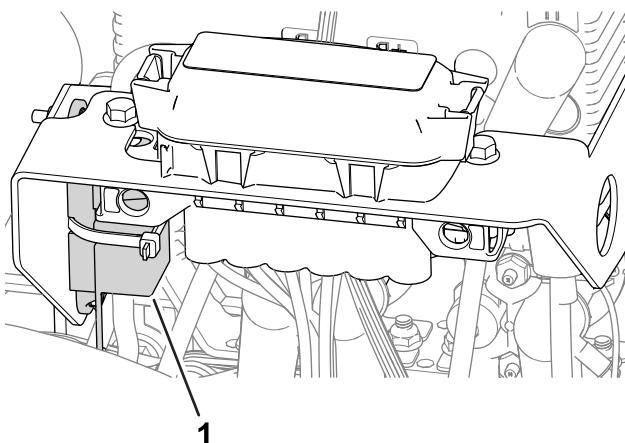

図 48
- 左ホイールモータのヒューズ60 Aは、マシン左側のカバーの下、リール駆動回路用ヒューズの近くにあります図 48。